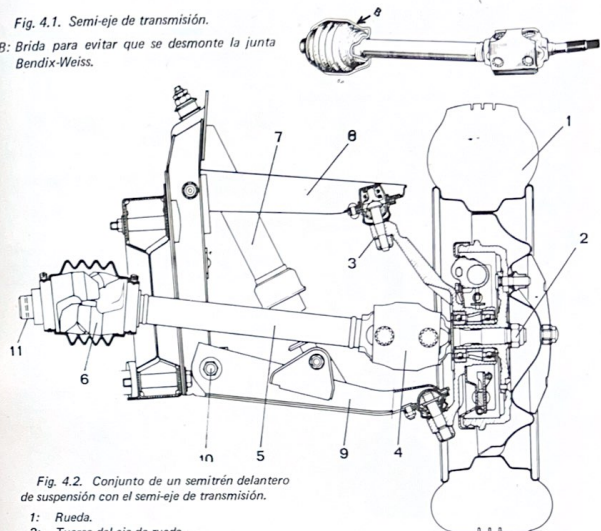

Fig. 4.2. Conjunto de un semitrén delantero de suspensión con el semi-eje de transmisión.
Con una velocidad corta metida y el freno de mano echado fuerte, desenroscar y retirar la tuerca (2) del eje de rueda (Fig. 4.2)
Alinear perfectamente los taladros 11 (Fig. 4.2) de la transmisión con el de la salida del diferencial, introducir la transmisión en el estriado y colocar los dos pasadores elásticos, uno dentro del otro, con las hendiduras opuestas.